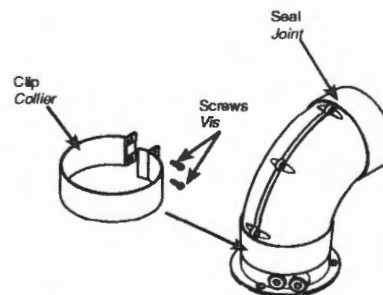

Fig. 6
8. Remove the screws from one of the clips provided. Prise the clip apart and fit it over the seal (Fig. 6). Set the elbow to the required angle.
8. Enlever les vis de l'un des colliers fournis. Écartez le collier et le poser sur le joint (Fig. 6). Orienter le coude selon les besoins de l'installation.